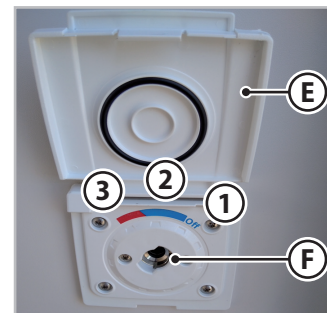

Fig. 6.40 - Presa attacco doccetta
1. Sollevare lo sportellino (**E** - Fig.6.40).
2. Inserire il tubo in dotazione nell'attacco (**F** - Fig.6.40).